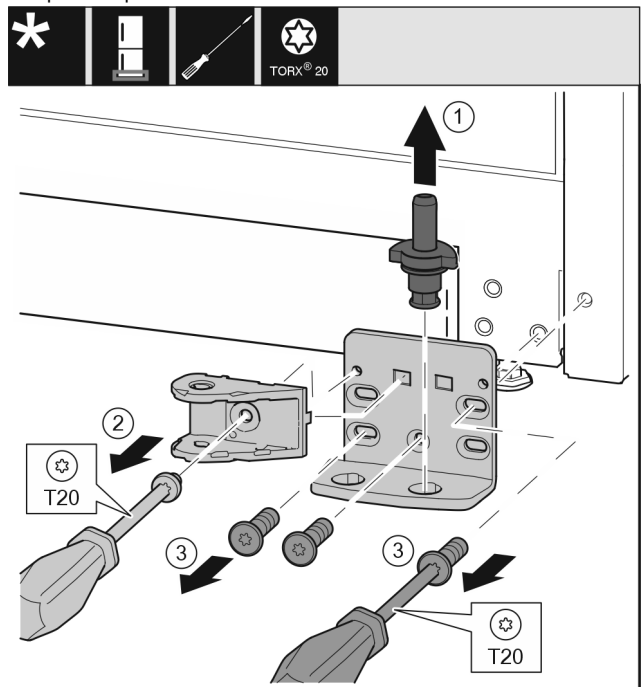

Fig. 43 *
- ▶ Опорный палец Fig. 43 (1) полностью извлеките движением вверх.*
- ▶ Открутите винт Fig. 43 (2) отверткой и снимите соединительный элемент амортизатора закрывания дверей.*
- ▶ Открутите винты Fig. 43 (3) отверткой и снимите опорный кронштейн.*